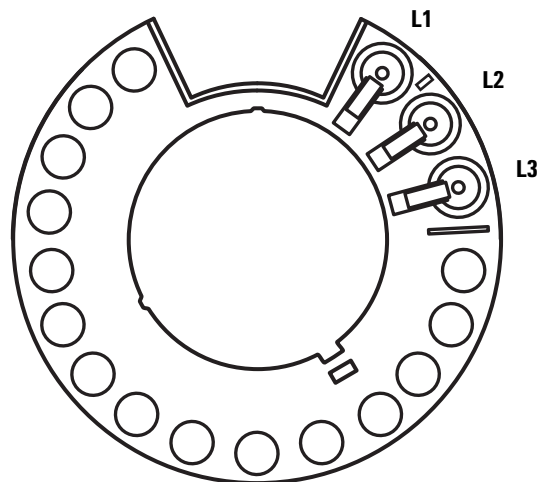

図 24 移送タレットポジション L1、L2、L3（上から見た図）
- 2 装着されている全インジェクタについて、移送タレットポジション L1、L2、および L3 からバイアルをすべて取り外します（図 24 を参照）。